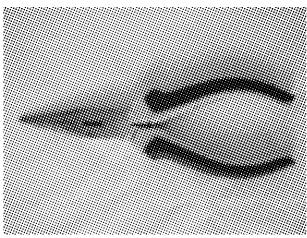

图 1-3 尖嘴钳
(3) 尖嘴钳如图 1-3 所示。它适用于在钢丝钳使用空间受限制的场合,用来夹持、弯曲导线或松动小的零部件。其手持绝缘柄部分耐压在 500 V,也可以带电操作。